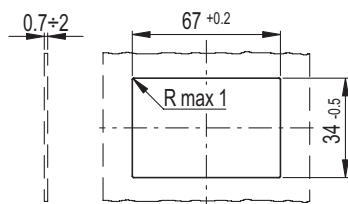

Fig.1
- Inserire in battuta la parte inferiore della cassa di contenimento nel foro e premere fino al completo inserimento a scatto (Fig.1).